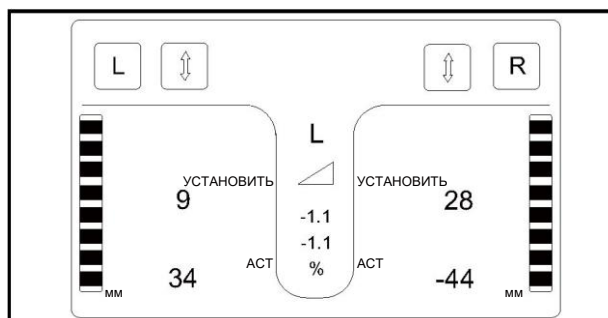

Рис. 4-47 Датчик выравнивания
1. Подключитесь к экрану управления нивелиром. По умолчанию система нивелирования настроена на выравнивание поперечного уклона. Рис. 4-47;